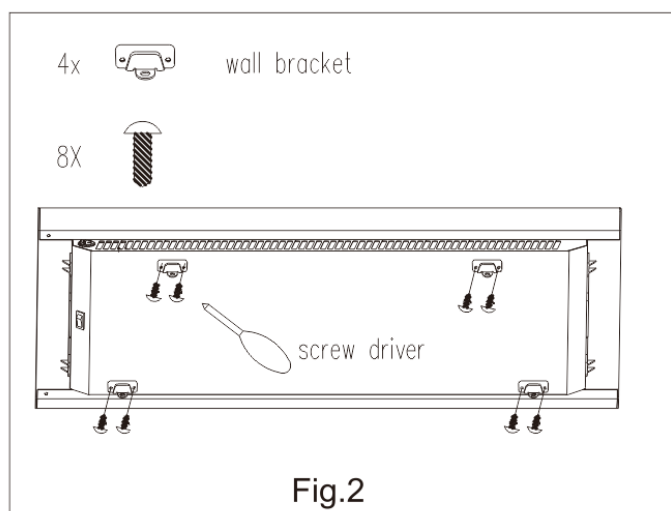

Fig.2
1. Parafuse 4 suportes na parte traseira do aquecedor (consulte a Fig.2)